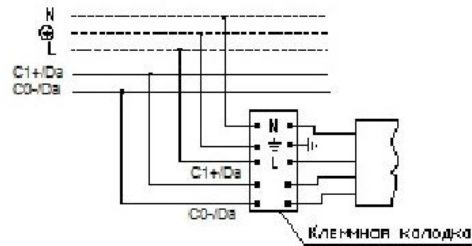

Рис. 2. Схема электрических соединений
- 4.3. Управляющие провода подключаются строго с соблюдением полярности, указанной в маркировке (см. рис. 2). Для драйверов, управляемых по протоколу DALI, полярность безразлична.